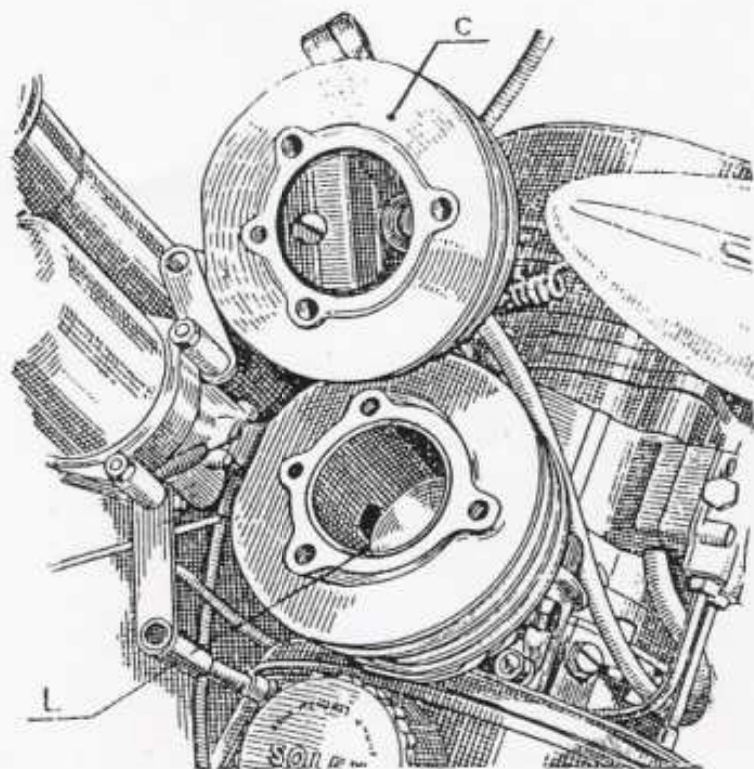

Fig. 10
DÉCALAMINAGE (Fig. 10)
Pour décalaminer, dévissez les 3 boulons de fixation de la culasse (c sur le cylindre (fig. 10). Retirez la culasse et, avec la pointe d'un couteau ou avec un grattoir, enlevez le dépôt de calamine qui s'est produit dans le fond de la culasse et sur le dessus du piston. Nettoyer également la lumière d'échappement (L) après avoir fait tourner le moteur à la main jusqu'à ce que le piston arrive au point mort bas ; il est indispensable de retirer aussi la calamine de la tuyauterie d'échappement et du pot d'échappement, dont on peut facilement enlever le couvercle.